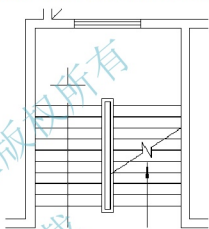

图 2.130 绘出下行第一段箭头杆
(3) 在**指定下一个点**或**[圆弧(A)/半宽(H)/长度(L)/放弃(U)/宽度(W)]**: 提示下, 将光标垂直向上拖动至如图 2.130 所示的位置, 然后单击, 绘出了下行第一段箭头杆。